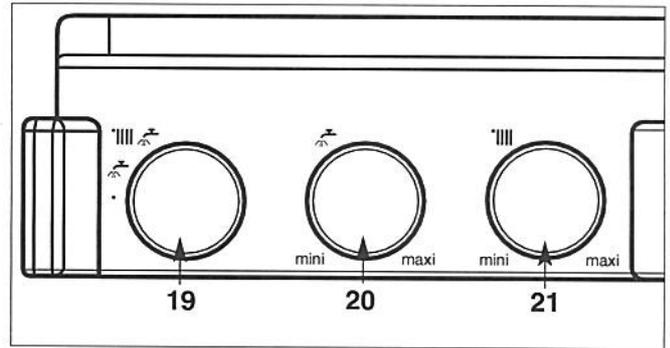
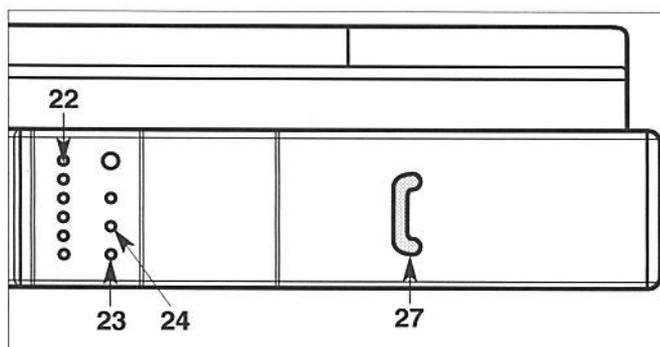

Fig. 23
Fig. 24
No olvidar volver a abrirla al principio de la temporada de calefacción cuando se vuelva a poner el conmutador "19" (fig. 23) en la posición «».
- Poner el conmutador "19" (fig. 23) en la posición «» ; indicador luminoso verde "23" encendido ; el indicador luminoso naranja "24" (fig. 24) se enciende cada vez que el quemador entra en funcionamiento.
El botón de ajuste de la calefacción "21" «» (fig. 23) da la posibilidad de ajustar la temperatura del agua del circuito de calefacción en función de las necesidades de la temporada.
El indicador "22"  (fig. 24) visualiza esta temperatura.
- Ponga el conmutador "19" en posición paro «», extinción del indicador luminoso verde "23" (fig. 24).